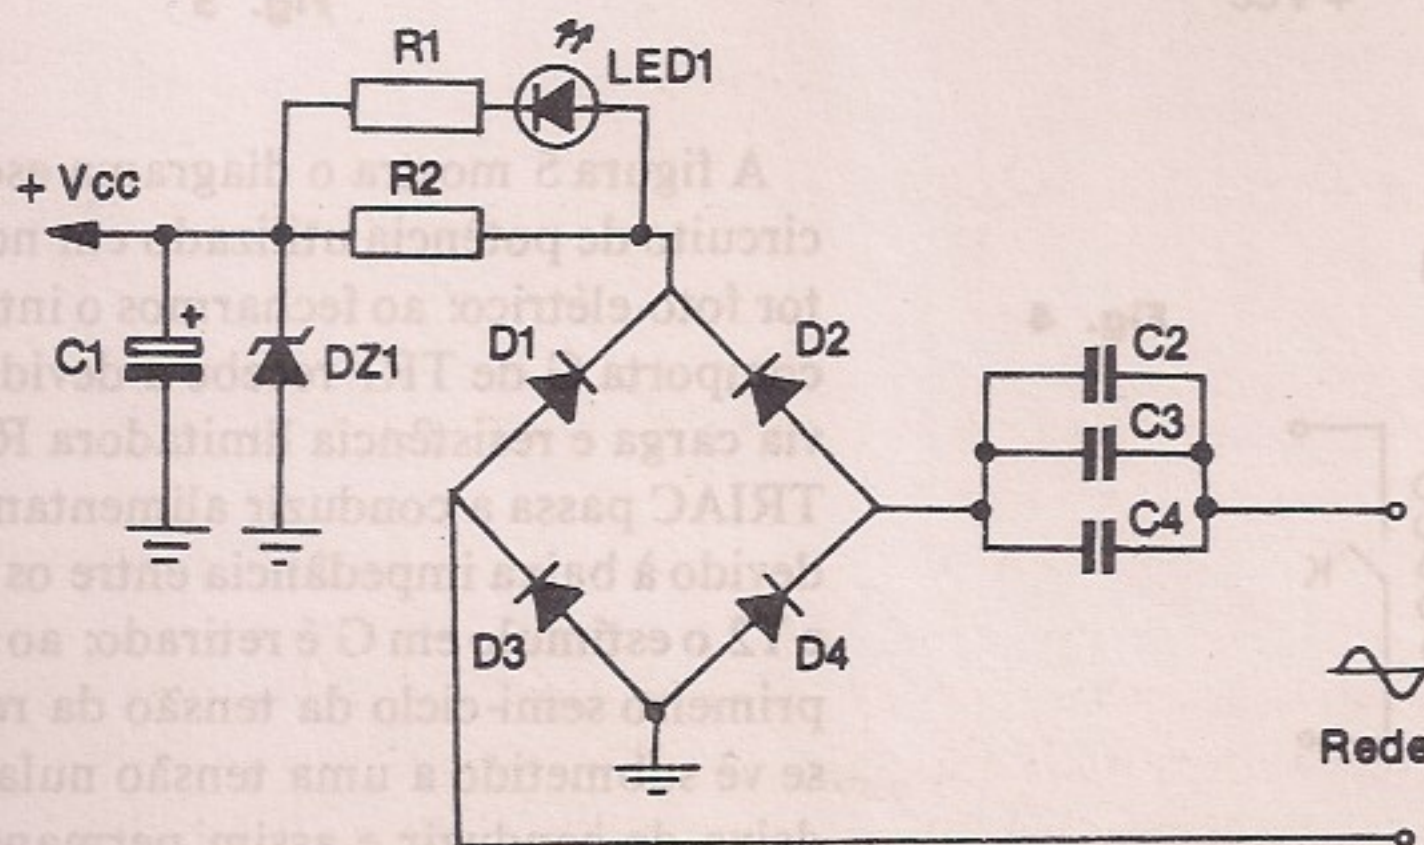

Fig. 6
**Fonte de alimentação** - A fim de reduzir as dimensões do dispositivo e de torná-lo economicamente viável à maioria das classes, fomos levados à utilização de uma FAST (Fonte de Alimentação Sem Transformador) de concepção relativamente simples e recente (fig.6).